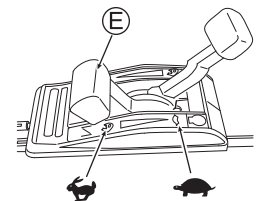

Fig. 14
- Vérifiez qu'il n'y a personne derrière vous lorsque vous tirez sur la poignée du lanceur (V).
- Attrapez fermement la poignée du lanceur (V) lorsque vous le tirez.
- Remettez doucement la poignée du lanceur (V) dans sa position initiale.
5. Faites chauffer la machine avant de l'utiliser. Une fois que le moteur est chaud, commencez à tondre en plaçant la manette des gaz (E) sur la position "N". (Voir Fig. 14)